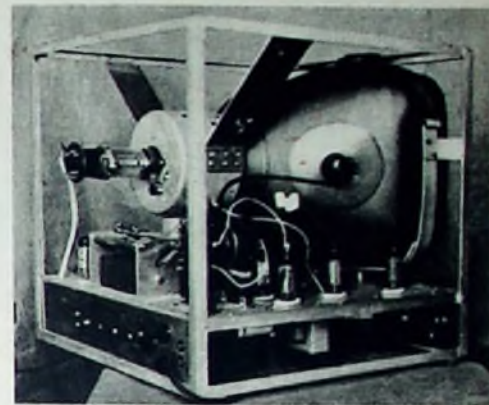

Abb. 3-IV. Seitenansicht des Gerätes mit Zeilenablenkeinheit
Im Mustergerät wurde schließlich noch die Lorenz-Ablenkeinheit „AS 70-3“ erprobt. Diese Einheit ist auf den bisher gezeigten Fotos (s. auch Abb. 3-IV) zu sehen. Die Anpassung ist jedoch eine andere als bei den Ablenkeinheiten „AS (M) 70-5“ (Lorenz) und „AT 1003“ (Valvo). Ein Linearitäts- und Amplitudenregler ist für diese Einheit nicht vorgesehen. Die Zeilenablenkspulen werden direkt an die Anschlüsse a und d des Zeilenausgangstransformators gelegt. Auf gute Isolation der Zuführungen ist zu achten, da an diesen mehrere 1000 V liegen. Die Amplitudenregelung kann mit dem in der Zuführung zur Anode der Boosterdiode liegenden Widerstand erfolgen. Dieser sollte dann etwa 1 kOhm (6... 8 W, regelbarer Drahtwiderstand) groß sein. Bei der Ablenkeinheit „AS 70-3“ ist u. a. die vorzügliche Kompensation von Partialschwingungen hervorzuheben. Partialschwingungen rufen evtl. am linken Bildrand leichte helle und dunkle Streifen im Raster hervor, die jedoch bei Vorhandensein eines Fernsehbildes nicht mehr oder nur unbedeutend wahrnehmbar sind. Diese Erscheinung ist auch bei Industrie-Fernsehgeräten zu beobachten. Oft wird sie dadurch „beseitigt“, daß man die Zeilenamplitude groß macht, der erste helle
Abb. 3-IV zeigt eine Seitenansicht des Mustergerätes. Die Röhren PL 81 und PY 83 sind hinter dem Zeilenausgangstransformator angeordnet. Dieser wird einschließlich Röhren durch eine Metallkappe (im Bild abgenommen) abgeschirmt, da die Oberwellen der Zeilenfrequenz sonst starke Rundfunkstörungen verursachen. Bei Verwendung der Ablenkeinheit „AS 70-5“ bzw. „AT 1003“ wird der Bildbreiten- und Linearitätsregler auf dieser Kappe befestigt. (Wird fortgesetzt)